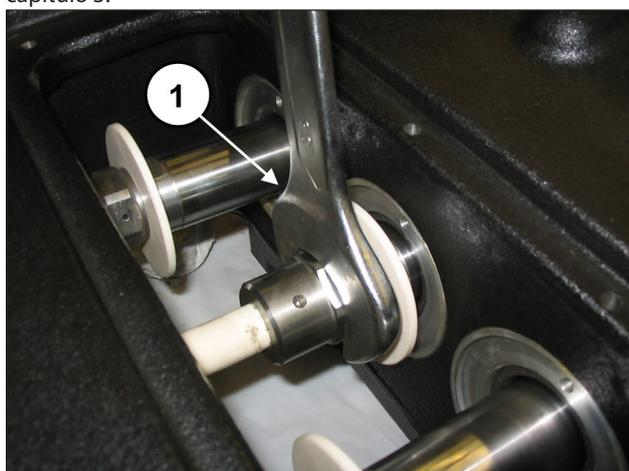

Fig. 101
Enroskar los tres pistones (pos. ①, Fig. 101) y ajustar con la llave de horquilla dinamométrica como se indica en el capítulo 3.